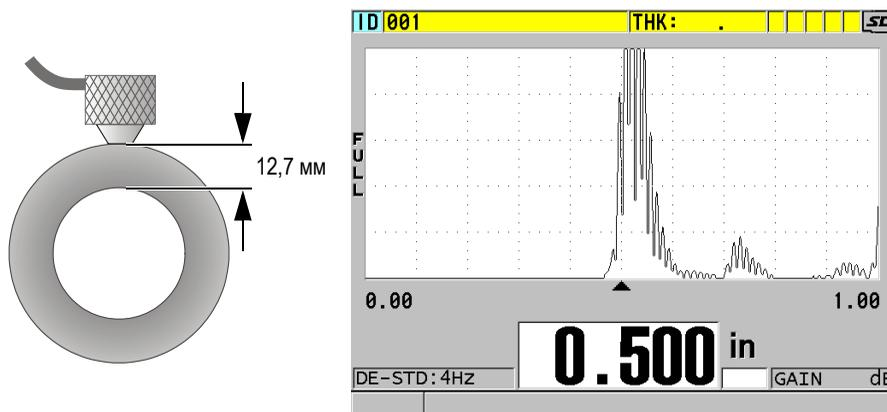

Рис. 5-9 Установка раздельно-совмещенного ПЭП на поверхность материала и измерение толщины
2. Немного нажимая на преобразователь, установите его на тестируемый образец и постарайтесь зафиксировать на поверхности материала (см. Рис. 5-9 на стр. 89).